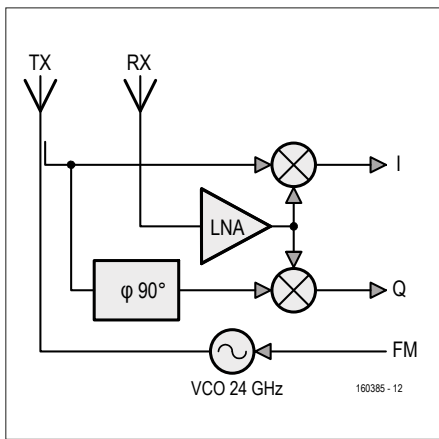

Figure 1. Toute cette circuiterie est contenue dans le module émetteur-récepteur radar Doppler K-LC5 de 25,4 × 25,4 × 6 mm.
La **figure 1** montre le schéma de principe du module radar choisi pour mes expérimentations. Le signal émis est produit par un oscillateur commandé en tension (VCO) qui fonctionne dans la gamme de 24,050 à 24,250 GHz. On peut utiliser l'entrée FM de la tension d'accord pour moduler la fréquence du VCO. Nous avons réalisé ici un radar Doppler simple
Supposons que la fréquence du signal transmis (TX) soit de 24,1 GHz et que ce signal s'introduise inévitablement dans le mélangeur du récepteur comme un signal LO (notez la ligne presque connectée de la **figure 1**). Imaginez que le signal réfléchi par un objet quelconque — notre cible —, reçu par l'antenne réceptrice et introduit dans le port RF du mélangeur (RX), soit à 24,100001 GHz, c.-à-d. 1 kHz au-dessus de la fréquence TX. Comme le mélangeur produit en sortie la somme et la différence des fréquences LO et RF, il y aura un signal sinusoïdal de fréquence 1 kHz (la différence) et un signal de fréquence 48,200001 GHz (la somme). Il y aura aussi bien sûr des interférences, du bruit et autres harmoniques, mais ils seront soit supprimés, soit négligeables. Si nous introduisons la valeur de 1 kHz dans l'équation ci-dessus, avec $f_0 = 24,1$ GHz et $c = 3 \times 10^8$ m/s, la vitesse de l'objet est de 6,2 m/s ou 22,4 km/h.
Le module radar de la figure 1 a deux mélangeurs, avec deux sorties marquées « I » et « Q ». Ce sont les composantes du signal dites en phase (« I ») et en quadrature (« Q »). Les chemins des signaux « I » et « Q » sont identiques, à l'exception d'un déphaseur de 90° dans la branche « Q ». De la phase relative entre « I » et « Q », il est possible de déterminer si RX était au-dessus ou en dessous de LO.